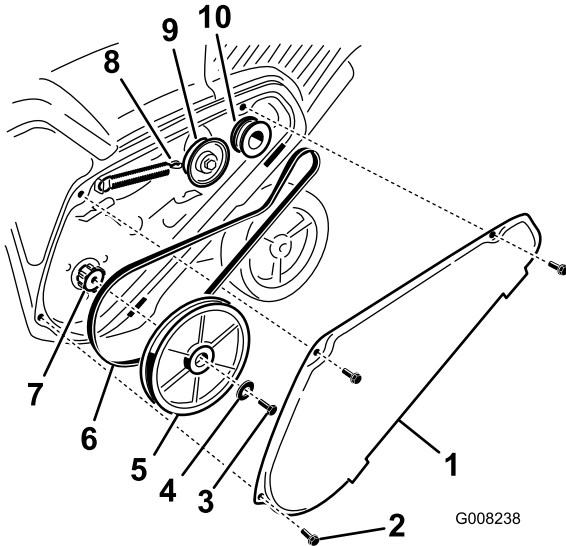

Bild 36
Hinweis: Verlegen Sie den neuen Treibriemen zuerst um die Motorriemenscheibe, dann um die Spannscheibe und dann lose um die Rotorscheibe, die sich etwas über der Rotorwelle befindet (Bild 36).
6. Montieren Sie die Rotorscheibe an der Rotorwelle (Bild 36).
7. Setzen Sie die Wellenscheibe und die Rotorscheibenschraube ein und ziehen sie beide fest (Bild 36).
2. Haken Sie die Bremsfeder vom Spannarm aus, um die Riemenspannung zu lösen (Bild 36).
3. Nehmen Sie die Schraube und die Wellenscheibe ab, mit denen die Rotorscheibe befestigt ist (Bild 36).
4. Entfernen Sie die Rotorscheibe und den Treibriemen (Bild 36).